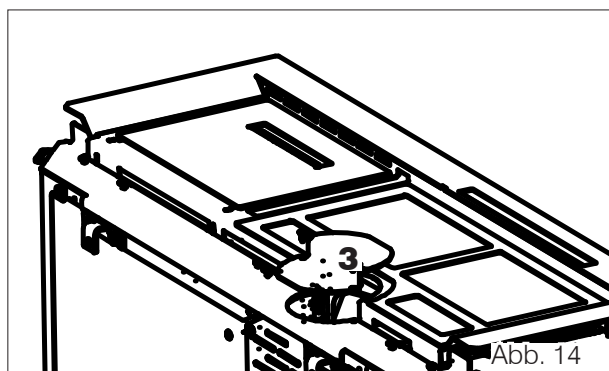

Abb. 14
12. Nach der Montage der Verkleidung des Pelletofens Blade das Verschlussblech des oberen Rauchabzugs (3) aus dem Teilesatz ansetzen. Das Bauteil mit zwei Schrauben festschrauben. Die zwei Halbschellen und deren Befestigungsschrauben werden nicht mehr benötigt. Siehe Abbildung 14.